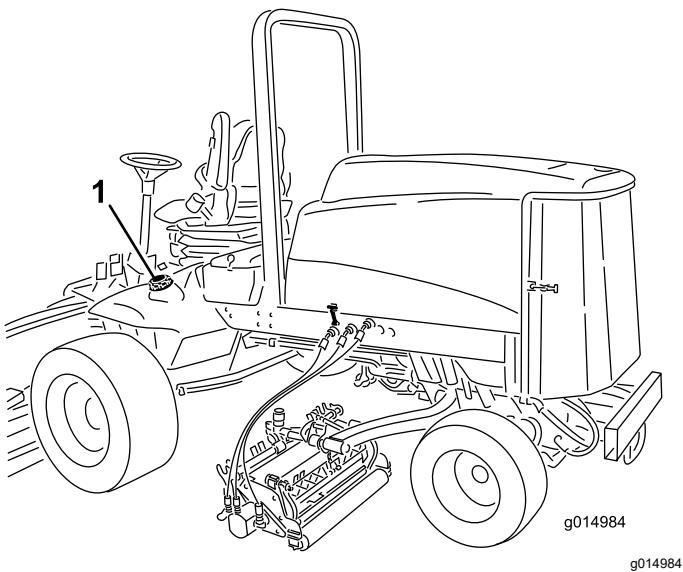

Figura 35
- Retire a tampa do depósito de combustível (Figura 35).